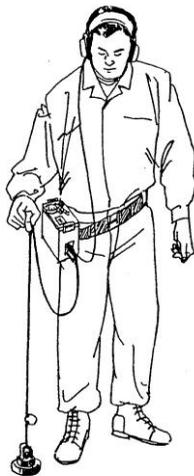

Рис. 3. Правильное положение при прослушивании трубопровода
3. Установить датчик на поверхность земли на расстоянии 0,5 м от предполагаемого места прохождения трассы. Нажав кнопку шумоподавления на рукоятке датчика, поворачивать регулятор громкости «на усиление», чтобы услышать шум воды в трубопроводе (рис.3).